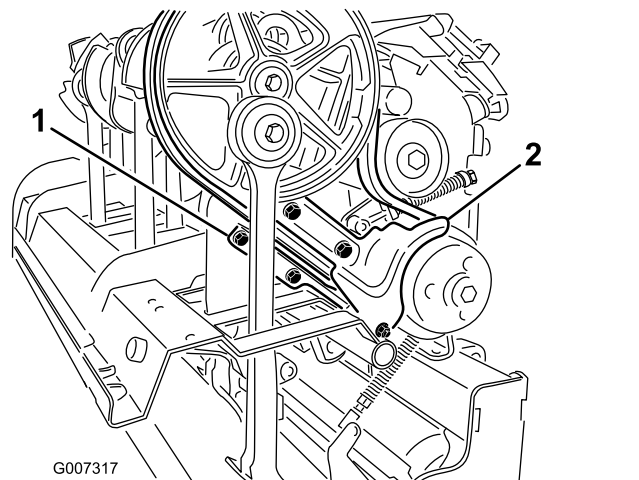

図 37
3. ダートシールドと下ベルトシールドを固定している締結具を外す 図 37。ダートシールドと下ベルトシールドを外す。